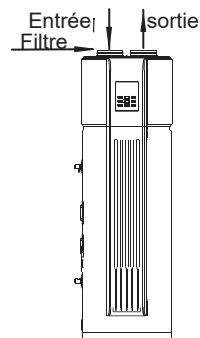

Figure 3-8
- 5) Installation du filtre à l'entrée de l'unité. Pour ce qui est de l'unité avec conduit, le filtre doit être placé sur la position de l'entrée du conduit. (Figure 3-8/3-9)